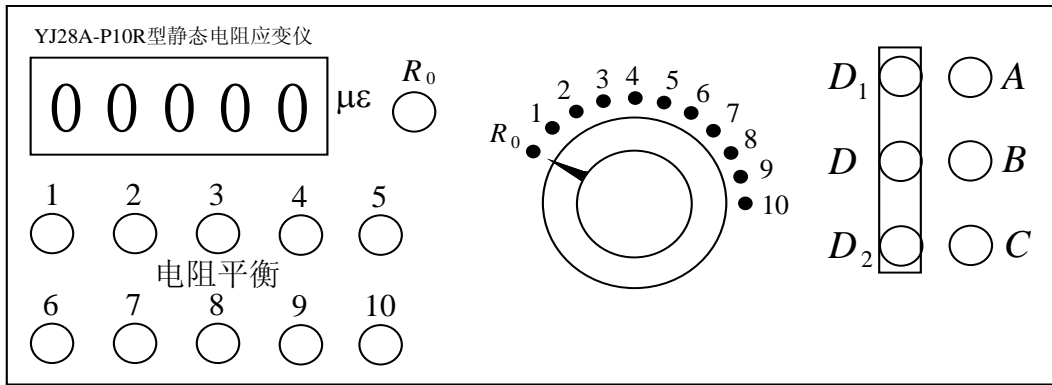

图 B-2 YJ28A-P10R 型静态电阻应变仪面板
(1) 将电阻应变仪后面板上的电源开关置于关闭状态，后面板上的标定开关拨向下，测量点选择开关置于“ R_0 ”档。
(2) 如图 B-2 所示，将电阻应变仪前面板上的 D_1 、 D 和 D_2 三个接线柱用连接片连接，并旋紧各接线柱，把 $120\Omega \times 2$ 标准电阻的三根引线中同色的两根分别接到 A 和 C 接线柱，并旋紧，另一根接到 B 接线柱，并旋紧。
(3) 通入接地良好的 220V50Hz 交流电源，打开电源开关，前面板上的数码管应有数字显示，预热 30 分钟后，调节前面板上的“ R ”电位器（顺时针旋转显示为“+”，反之则为“-”），使显示表显示为“00000”。
(4) 将电阻应变仪后面板上的标定开关拨向上，进行电阻应变仪的灵敏系数标定。当所用电阻应变片的灵敏系数 $K = 2.00$ 时，调节灵敏度电位器，使显示表显示为“10000”，当所用电阻应变片的灵敏系数 $K \neq 2.00$ 时，必须按表 A-1 进行灵敏系数标定。灵敏系数标定好后即把标定开关拨向下位置。